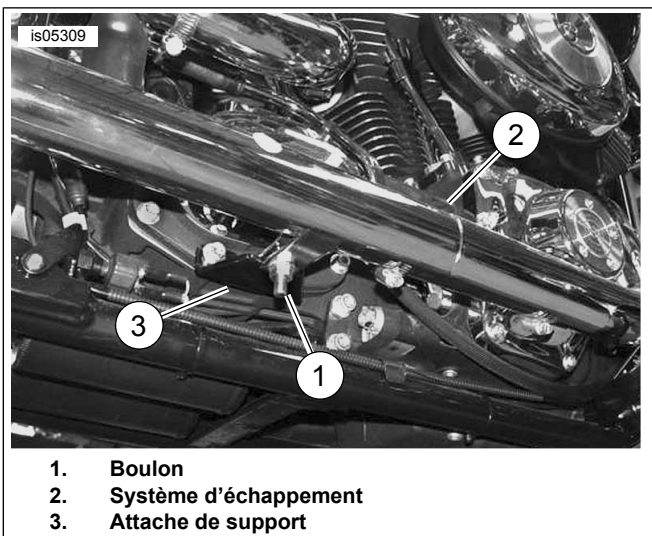

Figure 3. Support de système d'échappement (modèles 2005 illustrés)
3. Voir Figure 3. Retirer le boulon (1) connectant le système d'échappement (2) au support (3).
- c. Voir Figure 3. Installer sans serrer le boulon fixant le système d'échappement (2) au support (3).